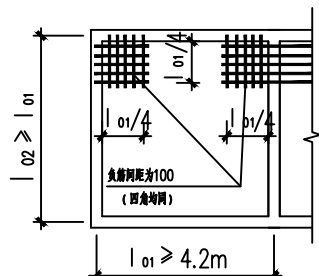

图4 大开间板角加强
- 6.7当楼板短边跨度大于等于4.2m时,板角负筋在短边跨度1/4范围内间距改为100.见图4。
- 7.12外墙转角及内外墙交接处，应沿墙高每隔500设置2Φ6通长水平钢筋和图4平面内点焊组成的拉结网片。